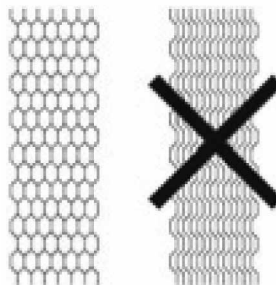

Fig.10
- Se correttamente posizionate, l'impilamento delle piastre assume la forma a "nido d'ape" (Fig.10).